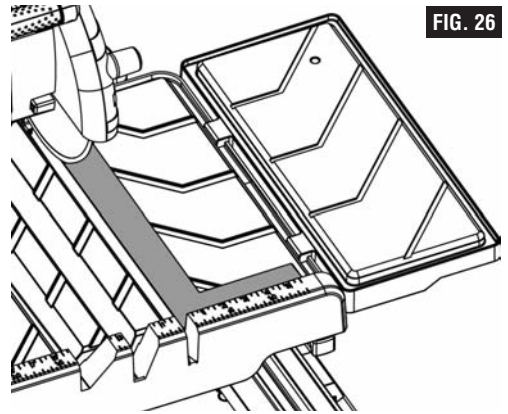

FIG. 26
- Coloque una escuadra de ajustar de 90° sobre la mesa de trabajo contra el tope-guía (Fig. 26).